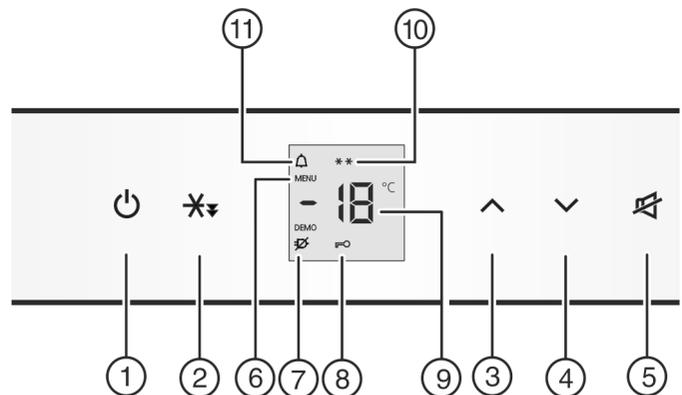

Fig. 2
- ▶ Taste On/Off *Fig. 2 (1)* drücken.
- ▶ Einstellmodus aktivieren: Taste Schnellgefrieren *Fig. 2 (2)* ca. 5 s drücken.
- ▷ Das Symbol Menu *Fig. 2 (6)* leuchtet.
- ▶ Die Taste Schnellgefrieren *Fig. 2 (2)* kurz drücken, um zu bestätigen.
- ▶ Zum Einschalten der Kindersicherung Taste Schnellgefrieren *Fig. 2 (2)* kurz drücken.
- ▷ Das Symbol Kindersicherung *Fig. 2 (8)* leuchtet. In der Anzeige blinkt **c**.
- ▶ Zum Ausschalten der Kindersicherung Taste Schnellgefrieren *Fig. 2 (2)* kurz drücken.
- ▷ Das Symbol Kindersicherung *Fig. 2 (8)* erlischt. In der Anzeige blinkt **c**.
- ▶ Einstellmodus deaktivieren: Taste On/Off *Fig. 2 (1)* drücken.
- ▶ Taste Alarm *Fig. 2 (5)* drücken.
Gleichzeitig blinkt die Temperaturanzeige und das Symbol Alarm *Fig. 2 (11)*.
Der Tonwarner verstummt automatisch, das Symbol Alarm *Fig. 2 (11)* geht aus und die Temperaturanzeige hört auf zu blinken, wenn die Temperatur wieder ausreichend kalt ist.
- ▶ Temperatur wärmer einstellen: Einstelltaste Up Fig. 2 (3) drücken.
- ▶ Temperatur kälter einstellen: Einstelltaste Down Fig. 2 (4) drücken.